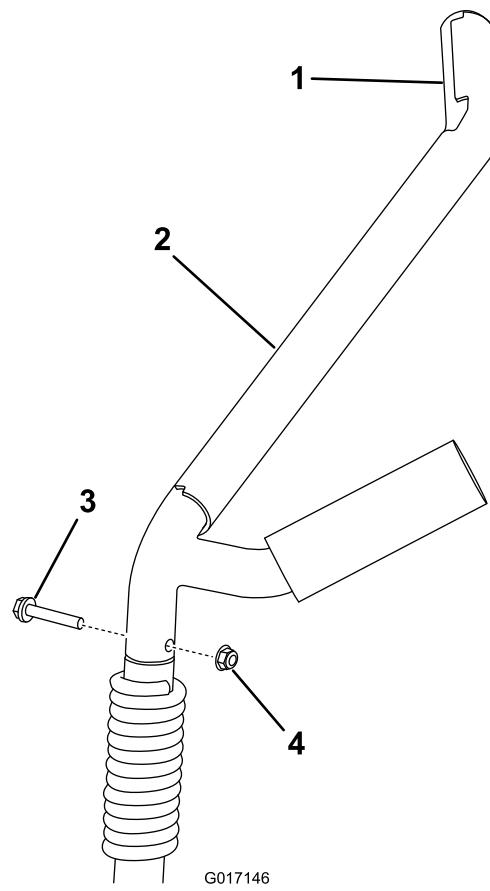

Figure 7
1. Déposez les 2 bras de berceau existants en retirant le boulon et l'écrou (Figure 7).